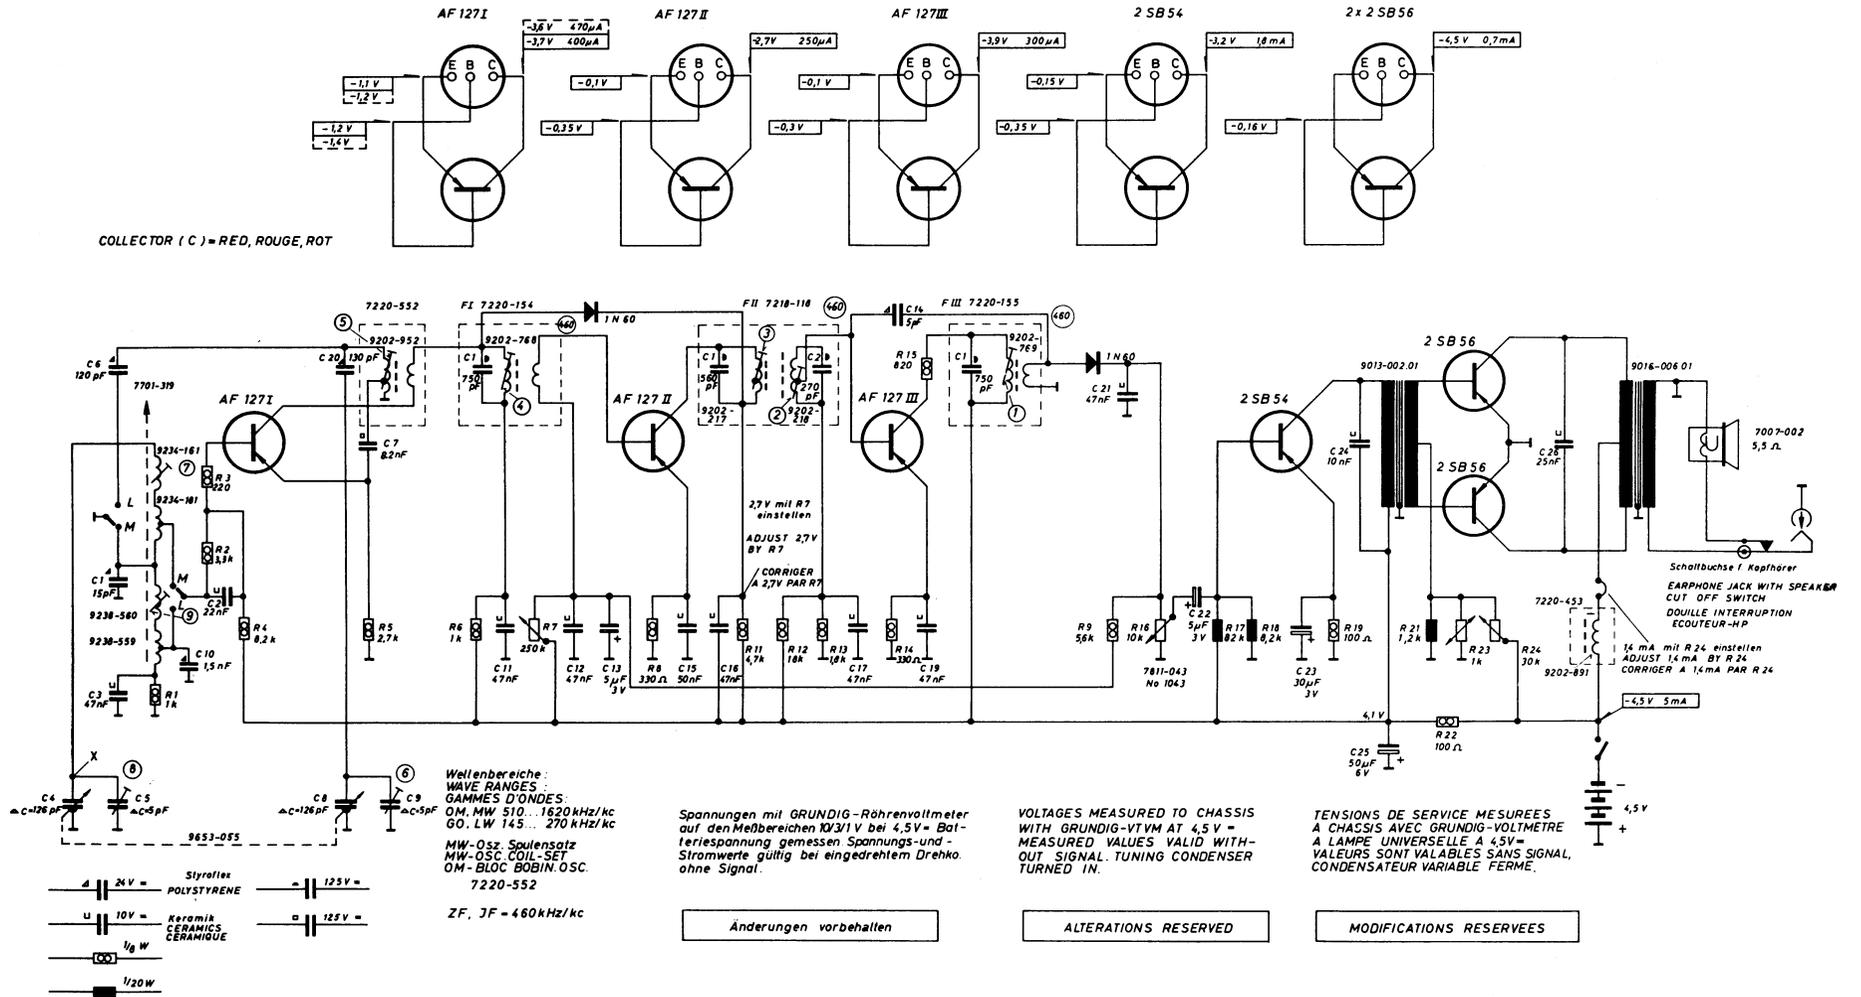

Fig. 13.01 Prinzipschema Grundig-Micro-Boy 202.
1. Grundig-Micro-Boy 202, Fig. 13.01, Seite 54
Der + Pol der 4,5-V-Batterie liegt am Chassis. Die Vorstufen sind mit einem RC-Glied 100 Ω 50 μ F von der Endstufe entkoppelt, damit Dynamikunterschiede keine Spannungsschwankungen verursachen. Die Transistorspannungen und Ströme sind im Schema Fig.13.01 oberhalb des kompletten Schaltbildes ersichtlich.